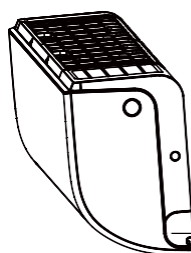

Fig. 3.3
2. Se o furo da parede estiver atrás da unidade, mantenha a tampa de acesso no seu sítio. Se o furo estiver ao lado da unidade interior, retire a tampa de acesso do lado correspondente da unidade. (Consulte a Fig. 3.3). Desta forma, irá criar um espaço a partir do qual o tubo sairá da unidade. Utilize alicates de ponta fina se a tampa de acesso for difícil de retirar à mão.